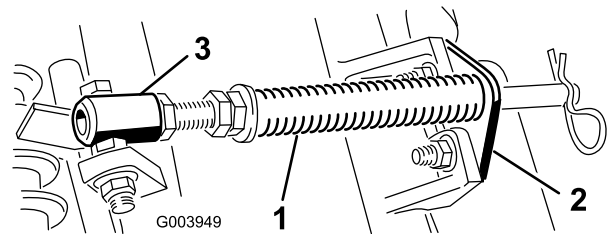

Figura 10
- A. Retire os 2 parafusos e porcas da carroçaria que prendem o suporte da barra aos separadores da unidade de corte (Figura 10).
- B. Retire a porca flangeada que prende o parafuso com cabeça do tubo de mola ao separador da estrutura de suporte (Figura 10). Retire o conjunto.